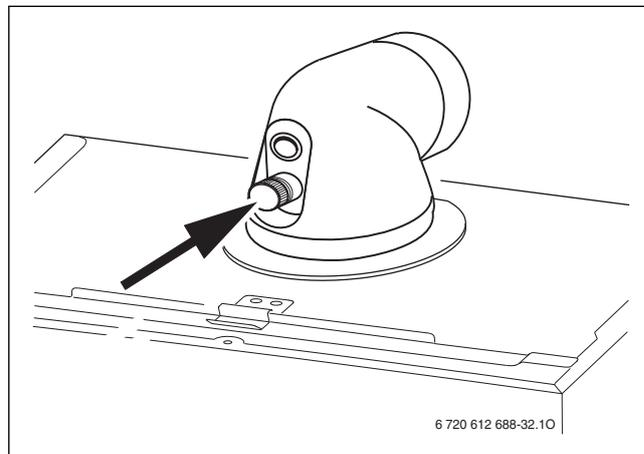

Fig. 40
- ▶ Rimuovere il tappo dalle prese di analisi combustione (→ fig. 40).